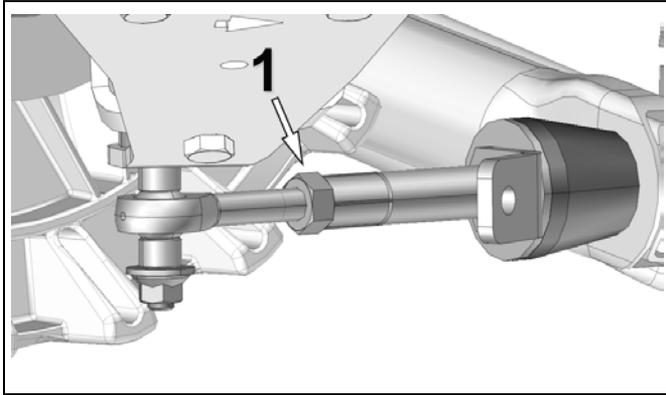

Figure 4
- Une fois le réglage atteint, resserrer le contre-écrou (1) à 40 N•m [30 lb•pi]. Voir la Figure 4.